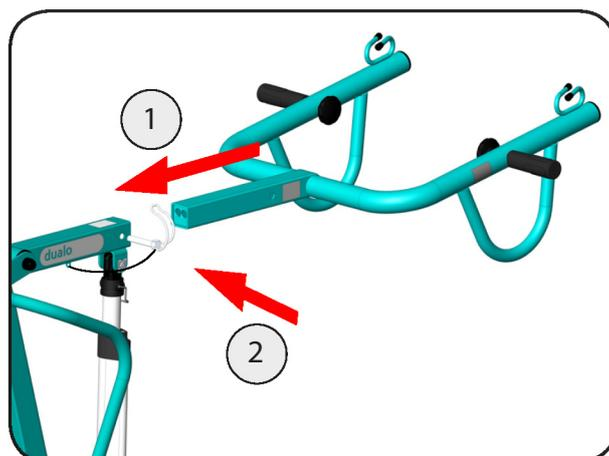

Abbildung 54
3. Stecken Sie den Hebearm aktiv in die Hebearmaufnahme (Abbildung 54).
4. Sichern Sie den Hebearm aktiv mit dem Rohrklappstecker (Abbildung 54).